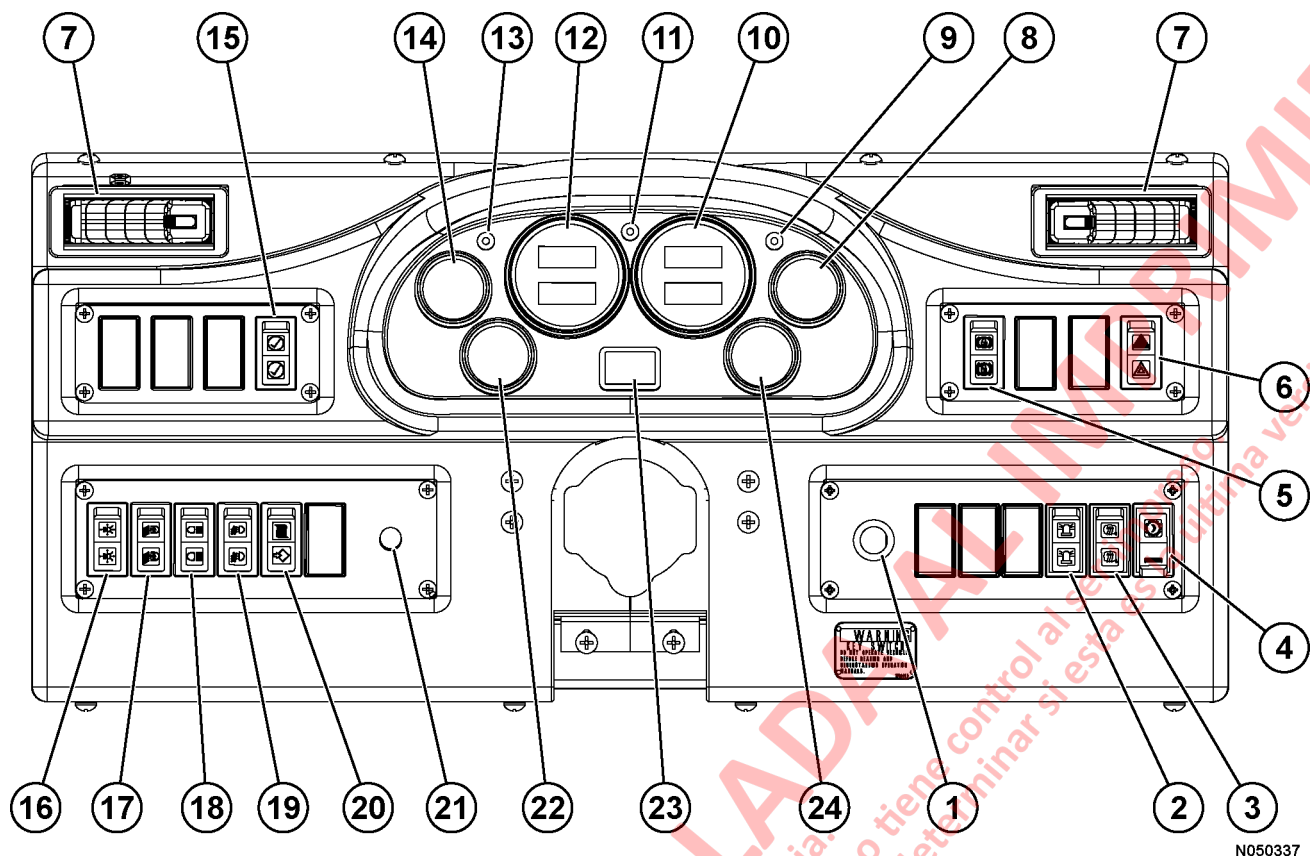
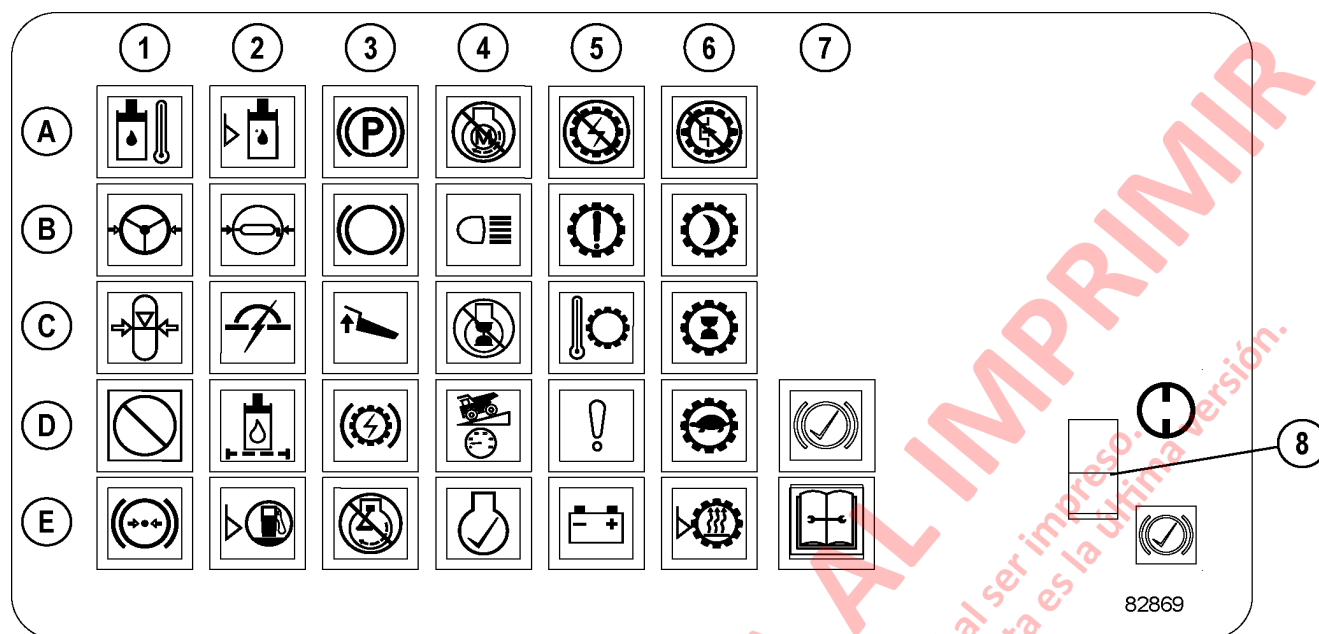

FIGURA 5-9. MEDIDORES, INDICADORES Y CONTROLES DEL PANEL
FIGURA 5-10. INDICADOR DE ESTADO Y ADVERTENCIA DEL PANEL SUPERIOR
El interruptor de arranque (1, Figura 5-9) es un interruptor de cuatro posiciones (ACC [accesorios], OFF [apagado], RUN [funcionamiento], START [arranque]). Actualmente, no se emplea la posición ACC.
2. Después de arrancar el motor, coloque el interruptor de descanso (4, Figura 5-9) en la posición OFF para desactivar el modo de descanso (rest) de la operación.
Este interruptor (2, Figura 5-9), se utiliza para activar la baliza giratoria (si está equipada) en la parte superior de la cabina del operador.
Este interruptor (3, Figura 5-9), se utiliza para activar los espejos térmicos (si están equipados) a ambos lados del camión.
Este interruptor (4, Figura 5-9), es un interruptor oscilante con un dispositivo de cierre para la posición OFF (apagado). Se debe empujar una pequeña pestaña para desbloquear el interruptor antes de presionar en la posición ON. Cuando esté en esta posición, se iluminará una luz ámbar en el interruptor.
La luz indicadora ámbar (B6, Figura 5-10) en el panel superior se iluminará cuando se active el modo de descanso.
El interruptor de bloqueo del freno de las ruedas (5, Figura 5-9) debe utilizarse con el motor funcionando solo en operaciones de carga y descarga. El interruptor de bloqueo activa el sistema de frenos hidráulicos que bloquea **solamente los frenos de servicio de las ruedas traseras**. Al entrar en una zona carga o de descarga, detenga el camión con el pedal del freno de servicio. Cuando el camión esté completamente detenido y se encuentre en la posición de carga, presione la parte superior del interruptor oscilante para aplicar el bloqueo de frenos. Para soltar el freno, pulse la parte inferior del interruptor oscilante.
El interruptor de las luces de advertencia de peligro (6, Figura 5-9) hace parpadear todas las luces señalizadoras de viraje. Estas luces se activan al pulsar la parte inferior del interruptor oscilante. Para apagarlas, hay que presionar la parte superior del interruptor oscilante.
El operador puede dirigir la ventilación del calefactor y el aire acondicionado (7, Figura 5-9) para proporcionar un mejor flujo de aire en la cabina.
El medidor de presión de aceite de motor (8, Figura 5-9) indica la presión en el sistema de lubricación del motor.
Cuando se mueve hacia arriba la palanca de señalización de viraje de la columna de dirección, se ilumina el indicador (9, Figura 5-9) para indicar que los señalizadores de viraje a la derecha están funcionando. El indicador se apaga al mover la palanca a la posición central.
El tacómetro digital (10, Figura 5-9) registra la velocidad del cigüeñal del motor en cientos de revoluciones por minuto (rpm).
Cuando está encendido, el indicador de luces altas (11, Figura 5-9) indica que las luces delanteras están altas. Para cambiar de luces delanteras a luces altas, empuje la palanca de señalización de viraje hacia adentro. Para luces bajas, tire la palanca hacia el volante de la dirección.
La pantalla del velocímetro/medidor de carga útil (12, Figura 5-9) indica la velocidad del camión en kilómetros por hora (kph) o en millas por hora (mph). La pantalla también muestra la información del medidor de carga útil. Para mayor información, consulte la sección M20, Medidor de carga útil III.
Cuando se mueve la palanca de señalización hacia abajo, se enciende el indicador (13, Figura 5-9) para comprobar que los señalizadores de viraje hacia la izquierda están funcionando. El indicador se apaga al mover la palanca a la posición central.
Este medidor (14, Figura 5-9) indica la temperatura del refrigerante en el sistema de enfriamiento del motor. El rango de temperatura luego de que se calienta el motor y con el camión funcionando en condiciones normales debe ser de 85° a 97 °C (185° a 207°F).
El interruptor de prueba de luces (15, Figura 5-9) permite al operador probar las luces indicadoras antes de arrancar el motor. Para probar las luces y la bocina de advertencia, gire el interruptor de arranque a la posición funcionamiento (run) y presione la parte inferior del interruptor oscilante para colocarlo en la posición de revisión (check). Se deben encender todas las luces, excepto aquellas para equipos opcionales que pueden no estar instalados. También debe sonar la alarma de advertencia. Debe cambiar, antes de operar el camión, todas las ampolletas que no se enciendan. Soltar el interruptor accionado por resorte permitirá que vuelva a la posición de APAGADO.
NOTA: No utilice el interruptor de prueba de luces mientras el motor esté encendido. Si pulsa este interruptor mientras el motor está encendido, se producirán fallas falsas en el sistema eléctrico. La luz de advertencia (D5, Figura 5-10) se iluminará y para apagarla será necesario apagar el motor.
Las luces del panel de instrumentos, las luces de trocha y las luces delanteras se controlan mediante este interruptor de tipo oscilante de tres posiciones (16, Figura 5-9). Para apagarlas, presione la parte inferior del interruptor. Presione la parte superior del interruptor hasta que alcance el primer tope para seleccionar solo las luces del panel, de trocha y traseras. Presione la parte superior del interruptor una vez más hasta que alcance el segundo tope para seleccionar las luces delanteras, del panel, de trocha y traseras.
El interruptor de la luz de la escalera (17, Figura 5-9) enciende o apaga las luces de la escalera antes o después de usarla. Las luces se encienden al presionar la parte superior del interruptor oscilante. Para apagarlas, presione la parte inferior del interruptor. Hay otro interruptor montado en la parte delantera izquierda del camión cerca de la base de la escalera.
El interruptor de las luces de retroceso (18, Figura 5-9) permite encender estas luces para lograr una mejor visibilidad y seguridad cuando la palanca de control de la dirección no está en la posición de REVERSA. Cuando el interruptor está en la posición de encendido, se encenderá el indicador de las luces de retroceso (B4, Figura 5-10) en el panel superior.
Las luces se encienden al presionar la parte superior del interruptor de luces neblineras (19, Figura 5-9). Para apagarlas, presione la parte inferior del interruptor.
El interruptor del medidor de carga útil (20, Figura 5-9) es un interruptor oscilante temporal de dos posiciones. La posición superior es la de SELECCIONAR. La posición SELECCIONAR se usa para avanzar por las diferentes pantallas. La posición inferior es la posición AJUSTAR, esta posición se utiliza para fijar la ID del operador o para borrar los contadores de carga y de toneladas totales. Consulte la Sección M20, Medidor de carga útil III, para ver una descripción más completa del sistema del medidor de carga útil y sus funciones.
El interruptor de atenuación de la luz del panel (21, Figura 5-9) es un reostato que permite al operador variar el brillo de las luces de los instrumentos y del panel.
Este medidor (22, Figura 5-9) indica la temperatura del aceite hidráulico. Existen dos bandas de colores: verde y roja.
La banda roja indica una alta temperatura del aceite. El funcionamiento continuo podría dañar los componentes en el sistema hidráulico. Las luces de advertencia (A1, Figura 5-10) y (E1) en el panel superior se encenderán cuando la temperatura exceda un cierto nivel (la aguja entra en la zona roja). Si esto ocurre, el operador debe detener el camión de manera segura, mover la palanca de control de la dirección a ESTACIONAMIENTO y hacer funcionar el motor a 1200 - 1500 rpm para reducir la temperatura del sistema.
El horómetro del motor (23, Figura 5-9) registra la cantidad total de horas que el motor ha estado en operación.
El medidor de combustible (24, Figura 5-9) indica cuánto combustible diésel hay en el tanque de combustible. Consulte la capacidad del tanque de combustible en la Sección P2, Lubricación y mantenimiento.
Consultas la Figura 5-10 y las siguientes descripciones para ver la explicación de los símbolos. La ubicación de los símbolos se describe en las filas (A - E) y columnas (1 - 6).